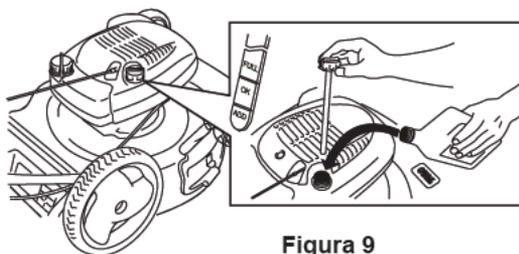

Figura 9
1. Retire la bayoneta, límpiela y vuelva a instalarla (vea la Figura 9).
2. Retire la bayoneta y comprobar el aceite (figura 9).